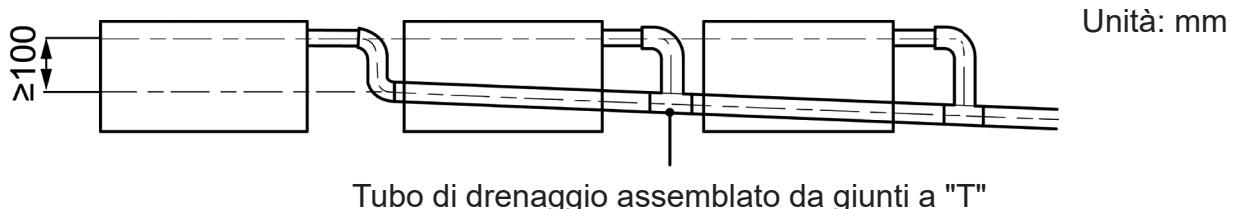

Fig. 4.10
- (4) In caso di collegamento di diverse tubazioni di drenaggio, seguire le istruzioni come indicato in Fig. 4.10. Scegliere il tubo di drenaggio in base alla potenza dell'Unità.